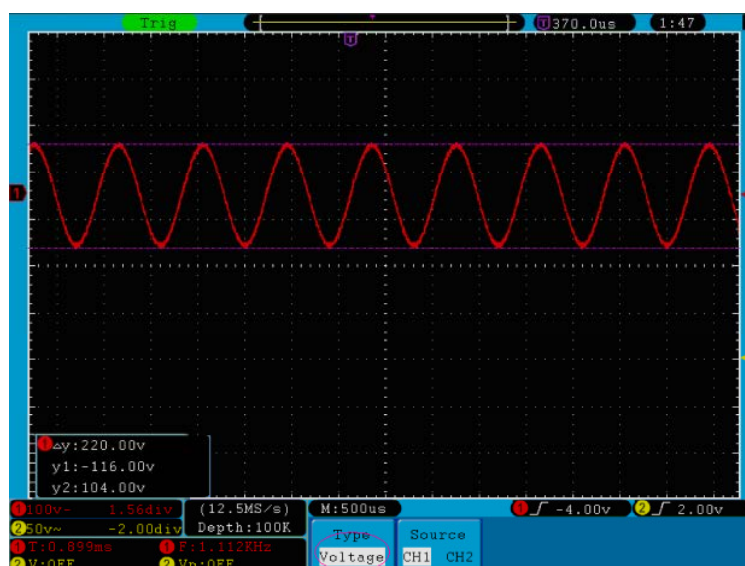

Abb. 72 Wellenform bei der Spannungsmessung mit dem Cursor
4. Verändern Sie die Positionen von **CURSORM1** und **CURSORM2** entsprechend der zu messenden Wellenform; es wird dann der absolute Wert der Spannungsdifferenz zwischen Cursor 1 und Cursor 2 im Fenster angezeigt. Die aktuelle Position von Cursor 1 wird unter Cursor1, die von Cursor 2 unter Cursor2 angezeigt (siehe **Abb. 72**).